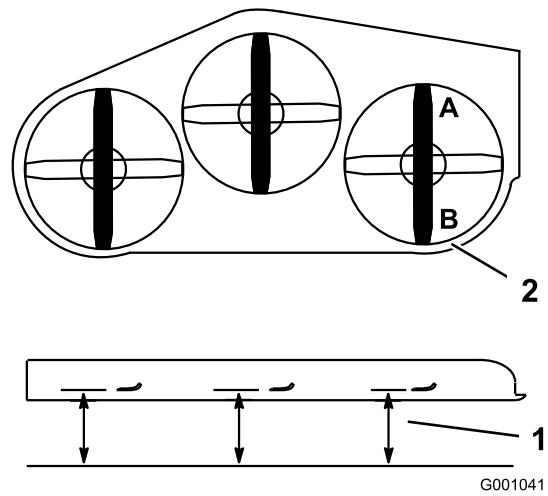
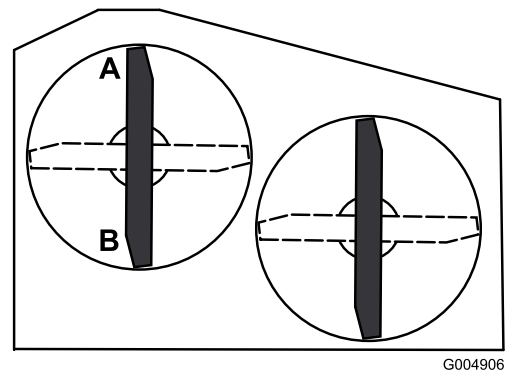

Figura 65
Figura 66
- Coloque una cuchilla en posición longitudinal. Mida en las posiciones A y B desde una superficie nivelada hasta el filo de corte de los extremos de la cuchilla (Figura 65 o Figura 66). Para carcasas de corte de 36 pulgadas, consulte la Figura 66.
- Coloque las cuchillas en posición longitudinal. Mida en las posiciones C y D (Figura 65) desde una superficie nivelada hasta el filo de corte de las cuchillas.